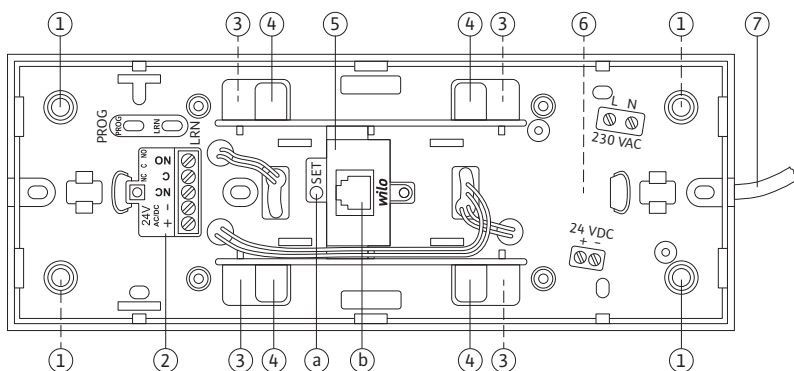
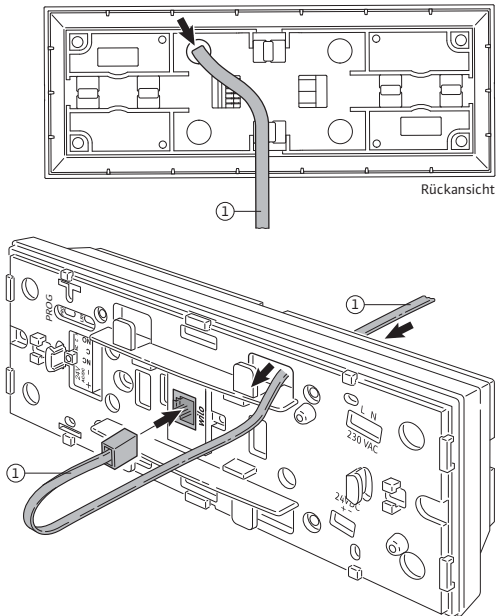
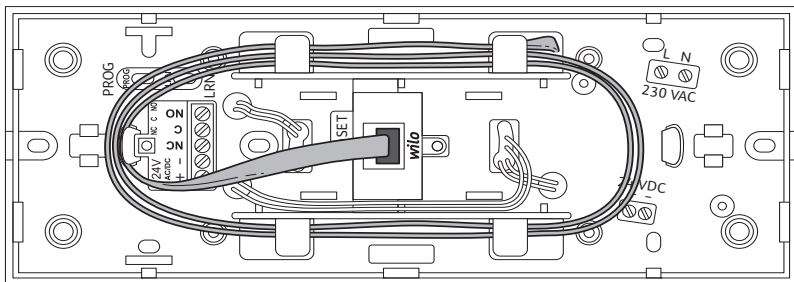

Fig. 10: Aufbau Heatfix Elektronikbox Aufputz
Fig. 19: Pumpenkabel durch die Elektronikbox führen
Fig. 20: Pumpenkabel um die Kabelaufwicklung legen und am Modul Heatfixx aufstecken
#### 6.1.1 Aufbau der Heatfix-Elektronikbox Aufputz (Fig. 10):
- Das Pumpenkabel an der Rückseite der Elektronikbox durch eine der vier dafür vorgesehenen kreisrunden Öffnungen durchführen und auf einer der vier gegenüberliegenden rechteckigen Öffnungen auf der Oberseite herausführen (Fig. 19) (vgl. auch Fig. 10).
- Das Pumpenkabel an der Vorderseite der Elektronikbox soweit erforderlich um die dafür vorgesehene Kabelaufwicklung (vgl. auch Fig. 10) aufwickeln und am Modul Heatfixx aufstecken (Fig. 20).